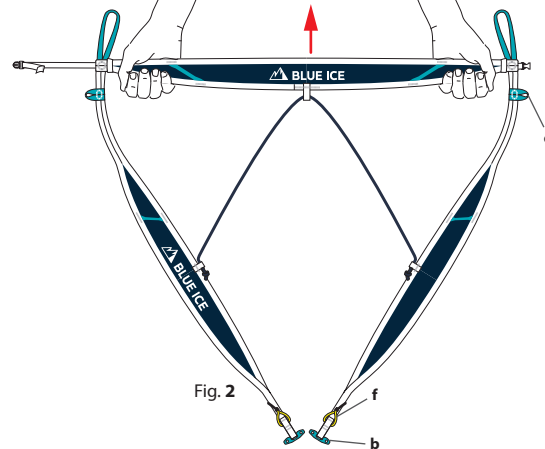

Fig. 2
- Impugnare l'imbragatura di fronte assicurandosi che la cintura [a] sia posizionata correttamente (fig.2) e che le fibbie dei cosciali [b] non siano collegate agli anelli di collegamento dei cosciali [c]. I cosciali devono naturalmente cadere verso il basso come mostrato in fig.2.